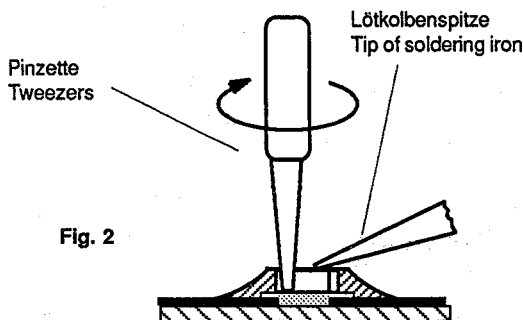

Fig. 2
2. CHIP-Enden, bzw. das komplette CHIP-Bauteil erwärmen. CHIP von der Klebung ohne Kraftaufwand abdrehen, damit unter dem CHIP liegende Leiterbahnen nicht abgerissen werden (Fig. 2).
2. Warm up the ends of the CHIP or the whole CHIP component and remove the CHIP from the adhesive by turning it without application of force so that the tracks beneath the CHIP do not break (Fig. 2).